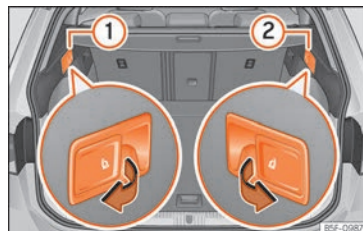

Abb. 135 Im Gepäckraum: Hebel zur Fernentriegelung der Teile links ① und rechts ② von der Rücksitzlehne.
- Ziehen Sie am Hebel zur Fernentriegelung auf der linken »» **Abb. 135** ① oder rechten ② Seite der Rückenlehne in Pfeilrichtung. Der entriegelte Teil der Rücksitzbank klappt nun automatisch nach vorn um.